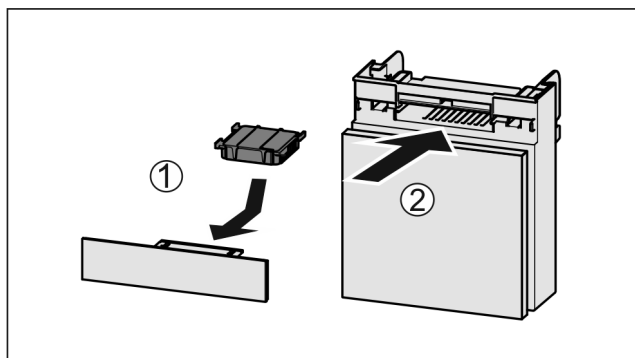

Fig. 169
- Helyezze be Fig. 169 (1) az aktívszén-szűrőt az ábrán látható módon.
- Tolja be Fig. 169 (2) a rekeszt.